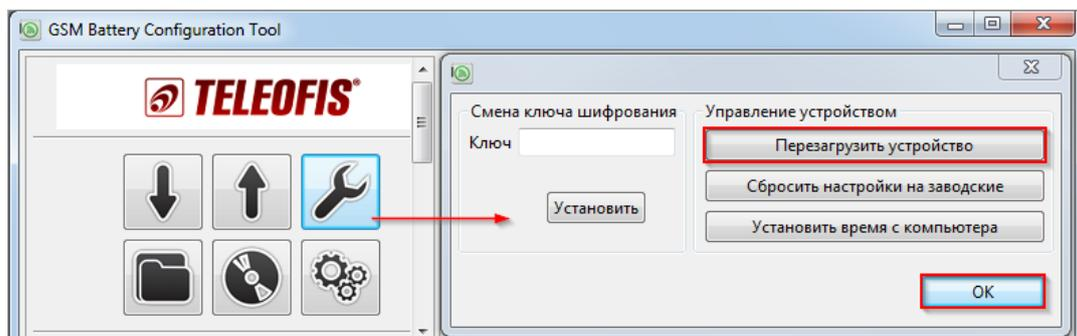

Рис. 32. Программная перезагрузка УСПД RTU602.
- **Программно:** с помощью программы RTU Configuration Tool. Меню **Сервисные функции** - **Перезагрузить устройство** (Рис. 32).
Сброс настроек на заводские значения производится с помощью программы RTU Configuration Tool в меню **Сервисные функции** (Рис. 32).